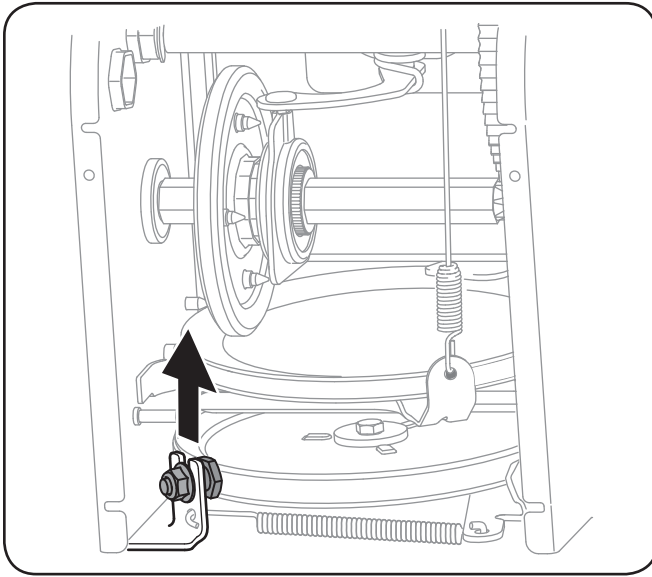

Figure 7-5
- Desserrez et retirez la vis à épaulement qui sert de guide-courroie. Voir la Figure 7-5.